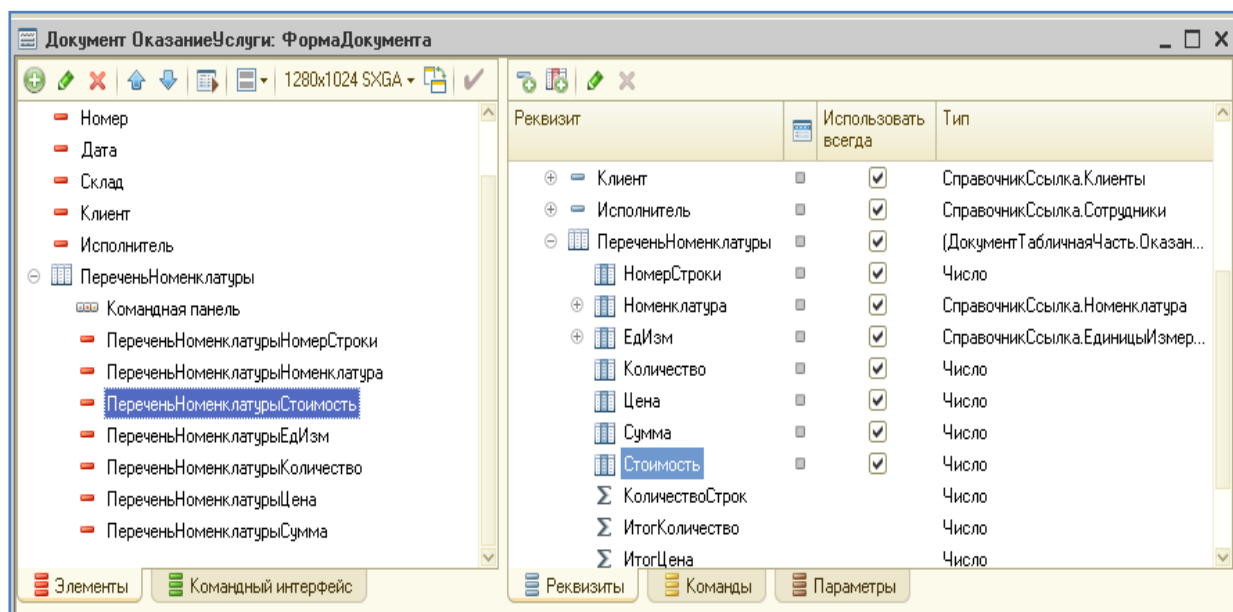

Рис. 34. Форма документа ОказаниеУслуг
2. Открыть форму документа. На закладке Реквизиты раскрыть Объект, выделить *Стоимость* и мышью перетащить его в левую часть в окно элементов формы. Расположить его после реквизита Номенклатура (рис. 34).